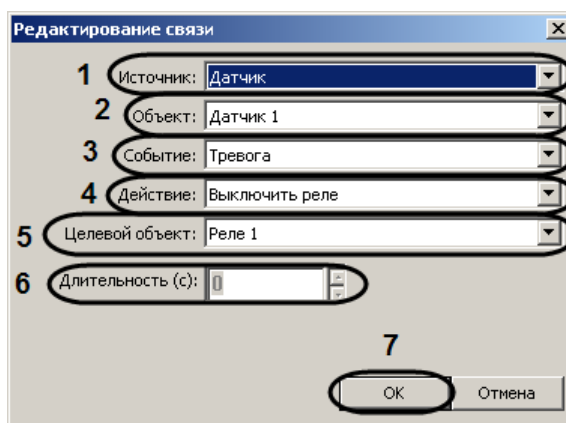

Рис. 3.3—9 Диалоговое окно Редактирование связи
7. Из раскрывающегося списка **Источник**: выбрать тип устройства, которое может являться источником возникновения событий (см. Рис. 3.3—9, 1).